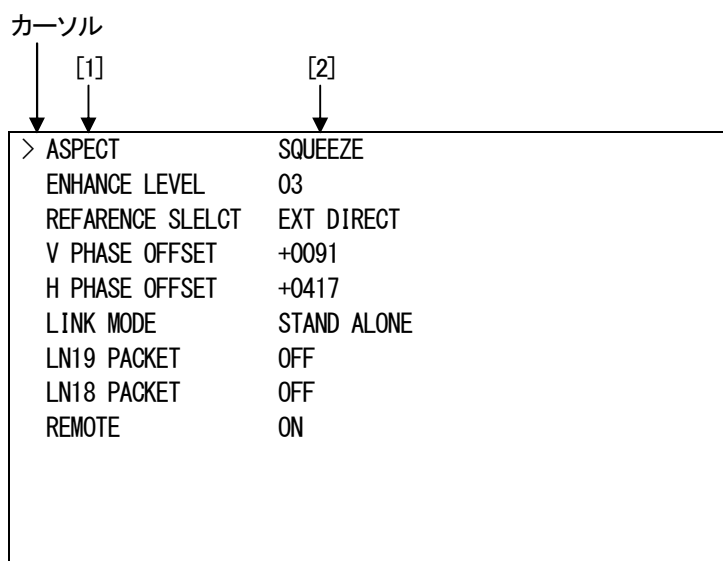

図 4-1 オンスクリーンメニュー表示
3) カーソルが左の項(図4-1[1])にある状態でツマミを廻し、設定する項目を選択します。
4) ENTERボタンを押すとカーソルが右の項(図4-1[2])へ移動し、ツマミを廻して値を変更します。